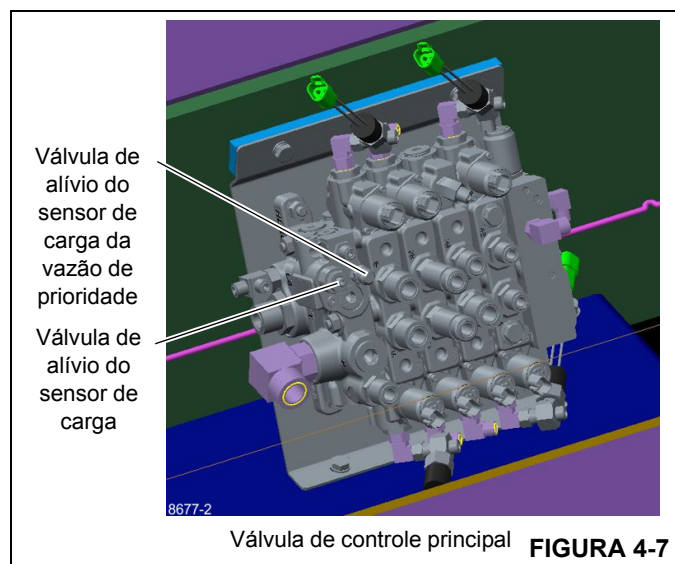

FIGURA 4-7
4. Desconecte a mangueira hidráulica do cotovelo do anteparo Figura 4-7 que conecta-se ao orifício da haste do cilindro telescópico. Um pouco de óleo será drenado do cotovelo.
2. Dê partida no motor; verifique se a lança está totalmente abaixada. Ative a função de abaixamento da lança com o motor em rotação máxima, onde o mostrador deve exibir 2500 ± 50 psi ($172 \pm 3,5$ bar); caso a pressão precise ser ajustada, vire o parafuso de ajuste da válvula de alívio do sensor de carga (consulte a Figura 4-7) até obter a pressão de 2500 ± 50 psi ($172 \pm 3,5$ bar) no manômetro; girar no sentido horário aumenta a pressão, enquanto no sentido anti-horário diminui a pressão.
3. Com o motor em rotação máxima, gire o volante totalmente para um lado até que o cilindro de direção chegue ao fim de curso enquanto outra pessoa ajusta o alívio do sensor de carga da vazão prioritária girando o parafuso de ajuste da válvula de alívio do sensor de carga da vazão prioritária (consulte a Figura 4-7) até obter 2400 ± 50 psi ($165 \pm 3,5$ bar) no manômetro; no sentido horário a pressão é aumentada e no sentido anti-horário ela é reduzida.
Durante operação normal, as válvulas solenoides estão na posição fechada (energizada) (Figura 4-7). Na posição fechada, o retorno do óleo sob pressão ao tanque é interrompido pela válvula solenoide. O fluido bloqueado sob pressão passa através de uma obstrução na seção da válvula para a válvula de segurança. A válvula de segurança é mantida fechada por uma combinação de mola da válvula de segurança e pressão do óleo da válvula solenoide fechada.